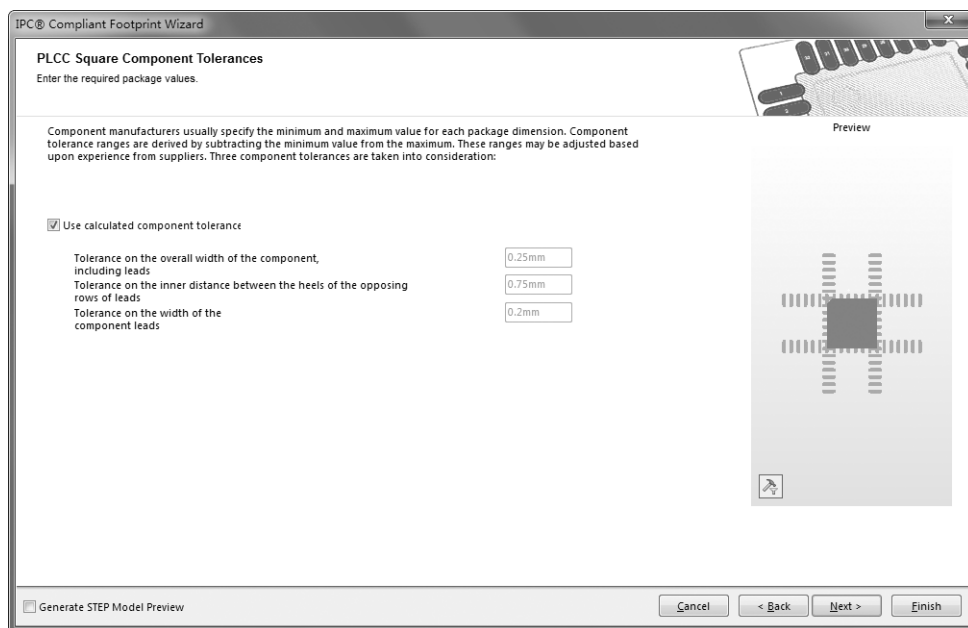

图 11-46 焊盘间距设置对话框
(7) 单击“Next”（下一步）按钮，进入焊盘间距设置对话框。在这里将焊盘间距使用默认值，如图 11-46 所示。